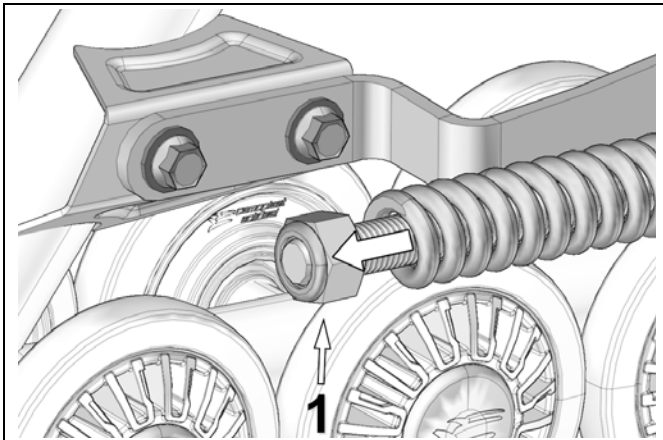

Abbildung 10
- Mutter (1), die den Gummikegel der Stabilisierungsstange zusammendrückt, lösen. Siehe Abbildung 10.